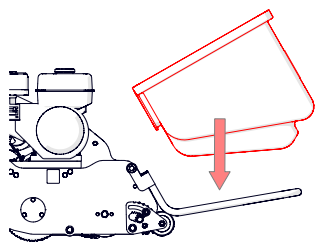

Fig. 2B – Colocação da caixa de recolha de relva.
1. **Instale a caixa de recolha de relva;** baixe a estrutura da caixa de recolha na parte dianteira da máquina (Fig. 2A). Eleve a caixa de recolha de relva para esta estrutura (Fig. 2B), removendo qualquer película plástica restante.